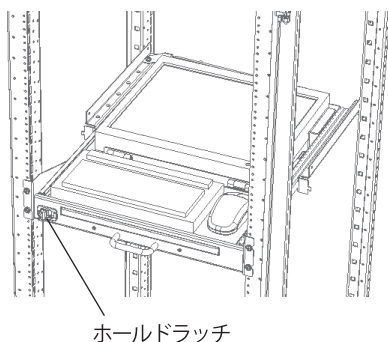

図 12
1. ボデーを引き出すためホールドラッチのロックを解除してください。(図 12) (「●ホールドラッチの操作方法」を参照)